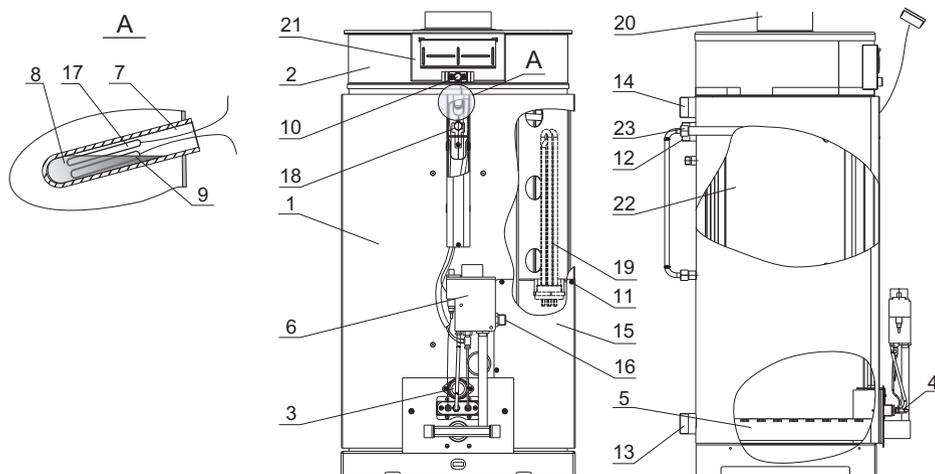

Рис. 2. Схема конструкции котла (декоративная облицовка не показана)
Перед запуском котла необходимо проверить наличие машинного масла (10мл) в стакане корпуса котла (поз.7, рис.2)!
Для установки ТЭНа необходимо: 1. снять переднюю панель (поз.15 рис. 2), открутив два самореза (поз.11, рис. 2). 2. выкрутить заглушку, предварительно слив воду из котла (системы отопления). 3. Установить ТЭН, залить воду в котел (систему отопления), проконтролировать герметичность соединения. 4. Подключить ТЭН к блоку управления. 5. Установить переднюю панель на место.
6.8. При установке котла в систему отопления с открытым расширительным сосудом установка датчика перегрева (п.19, рис.2) не требуется, при условии, что отказ термостата управления не вызывает опасную ситуацию для пользователя или повреждение котла (ГОСТ Р 51733-2001).